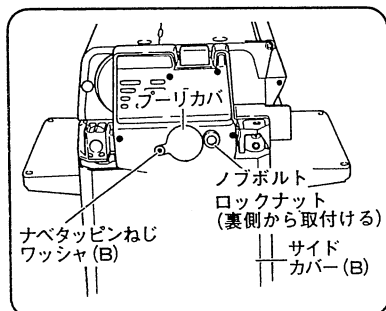

図 32
- (2) 付属のプーリカバをナベタッピンねじ、ワッシャ (B)、ノブボルト、およびロックナットで取付けます。(図 32)